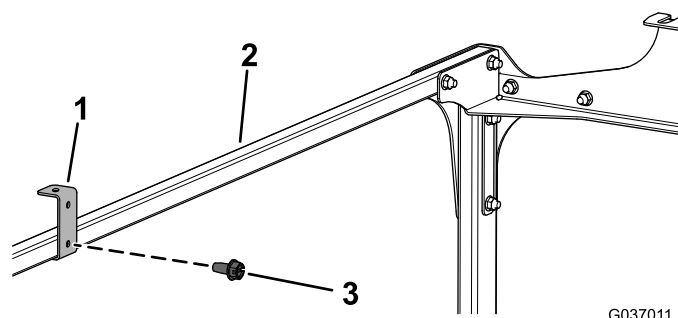

Bild 12
12. Befestigen Sie die zwei Dachstützhalterungen mit zwei Blebschrauben (1/4" x 1/2") an den Querverbindungsrohren, wie in Bild 12 abgebildet.